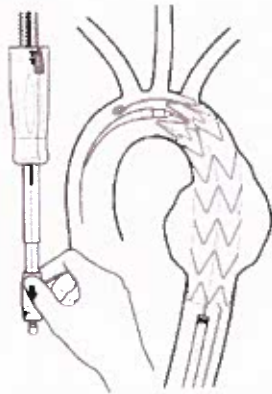

Figura 17. Despliegue del mecanismo de captura de punta (sólo para el sistema de liberación de endoprótesis FreeFlo)
Paso 3: tire del mango de liberación del mecanismo de captura de punta hacia atrás con un movimiento uniforme hasta que se libere el mecanismo de captura y el stent desnudo proximal de la configuración FreeFlo esté totalmente abierto. Consulte Despliegue del mecanismo de captura de punta (Figura 17). Observe la apertura del stent desnudo bajo fluoroscopia y confirme que el stent desnudo proximal se ha desplegado completamente.